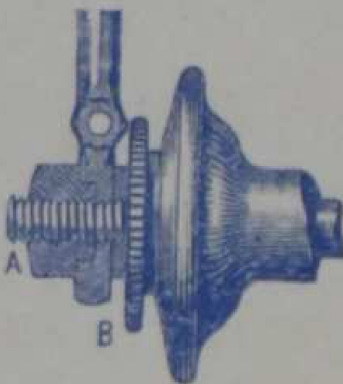

Fig. 2.
Pour en régler le frottement desserrer l'écrou (A) (fig. 2) du bout de l'axe de la roue (côté où se trouve la couronne molletée (B) de réglage), faire légèrement tourner la couronne, soit que l'on veuille faciliter le roulement, soit pour resserrer les billes.